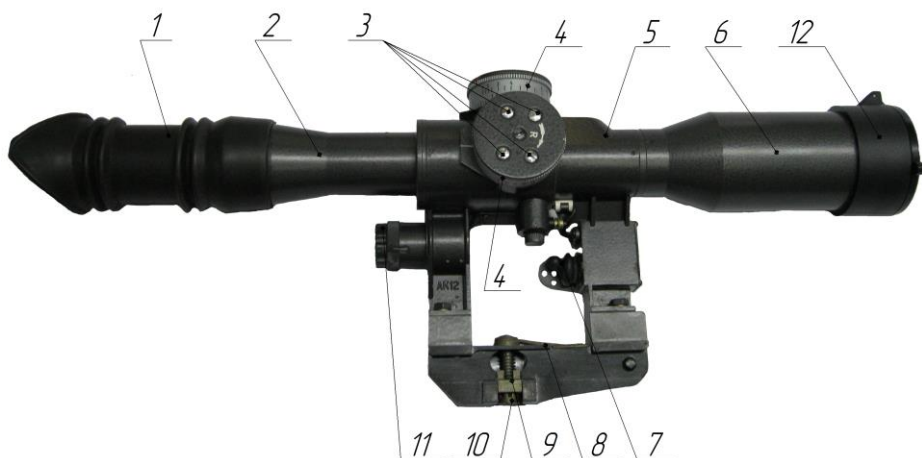

Рис.1 – Внешний вид
4.1 Внешний вид (рис.1)
Наглазник 1 (рис.1) предназначен для исключения попадания в глаз стрелка света от посторонних источников и для размещения глаза относительно окуляра на безопасном расстоянии во время выстрела.
- выкрутить крышку отсека питания 11 (рис.1), повернув против часовой стрелки;
- произвести пристрелку оружия, перемещая сетку с помощью маховичков 4 (рис.1);